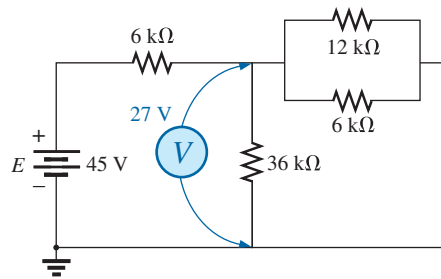

Figura 7.84 Problema 25.
- \*25. A leitura do voltímetro visto na Figura 7.84 é  $V = 27 \text{ V}$ :